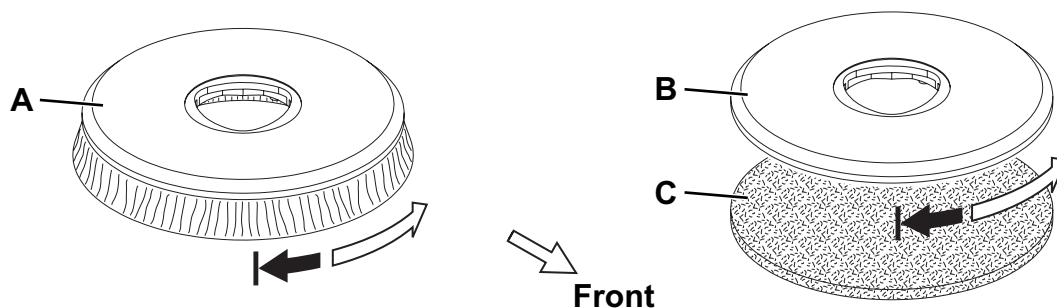

Abbildung 3
Je nachdem, welcher Boden gereinigt werden soll, können die Bürste (A, Abb. 3) oder der Padhalter (B und C) montiert werden.
2. Bürsten-/Padhalterkopf (13) durch Herunterdrücken des Schubbügels (2) anheben.
3. Bürste (A, Abb. 3) oder Padhalter (B mit C) unter dem Kopf positionieren.
4. Kopf (13) mit dem Schubbügel (2) absenken.
5. Den Schalter (41) drücken um das Gerät einzuschalten.
6. Die Taste (47) der Bürste einige Sekunden lang betätigen, damit die Bürste/der Padhalter in der Nabe des Kopfes (13) einrastet. Falls erforderlich wiederholen, bis die Bürste/der Padhalter angekuppelt ist.